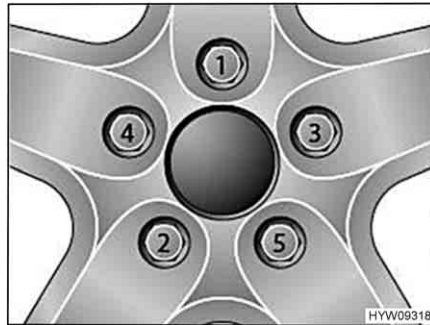

Fig. 195 Serraggio a croce di dadi delle ruote e bulloni delle ruote
- Serrare i dadi delle ruote o i bulloni delle ruote nell'ordine riportato in Fig. 195. A tale scopo, utilizzare una chiave dinamometrica e rispettare la coppia di serraggio indicata (vedi paragrafo 13.5.2).
- Controllare regolarmente il serraggio dei dadi o dei bulloni. Regolare il serraggio dei dadi delle ruote o dei bulloni delle ruote di una ruota sostituita dopo circa 50 km. A tale scopo, procedere seguendo l'ordine indicato in Fig. 195.
- Se si utilizzano cerchioni nuovi o riverniciati, regolare il serraggio dei bulloni o dei dadi dopo altri 1000 - 5000 km. A tale scopo, procedere seguendo l'ordine indicato in Fig. 195.
- ▷ Serrare a croce i dadi o i bulloni delle ruote (Fig. 195).